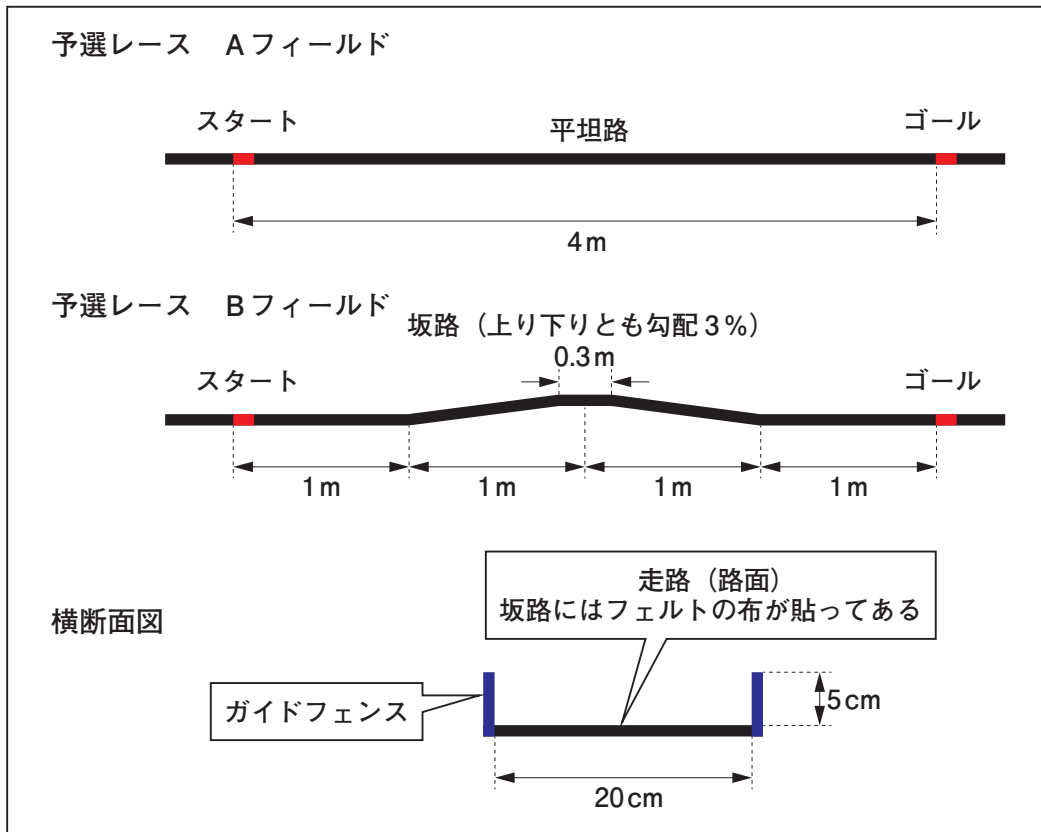

図1 予選レースのレーン (側面図と横断面図)
- ⑤ スターターの「スタート」の合図で手を離し, スタートさせる。なお, フライングをしたときは, 当該レースの記録は「なし」となる。
- ⑥ スタートで動かなかったり, コース途中で止まってしまった場合には再スタートができるが, 計測時間はリセットされない。また, 再スタートさせる場合には, スタート担当者1名が, 電源車と4足歩行ロボットを回収してスタート位置に戻り, 4足歩行ロボットの頭部先端をスタートラインに合わせてから行う。
- ① 予選レースのレーンの仕様は, AフィールドとBフィールドで異なる(図1)。